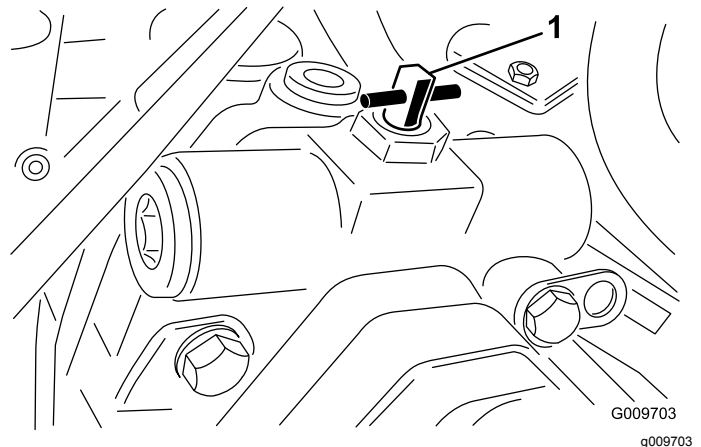

Figure 40
3. Tournez la vanne de dérivation à 90° (un quart de tour) dans un sens ou dans l'autre pour l'ouvrir et faire dériver le liquide à l'intérieur (Figure 40).
2. Tournez la vanne de dérivation à 90° (un quart de tour) dans un sens ou dans l'autre pour l'ouvrir et faire dériver le liquide à l'intérieur (Figure 40).